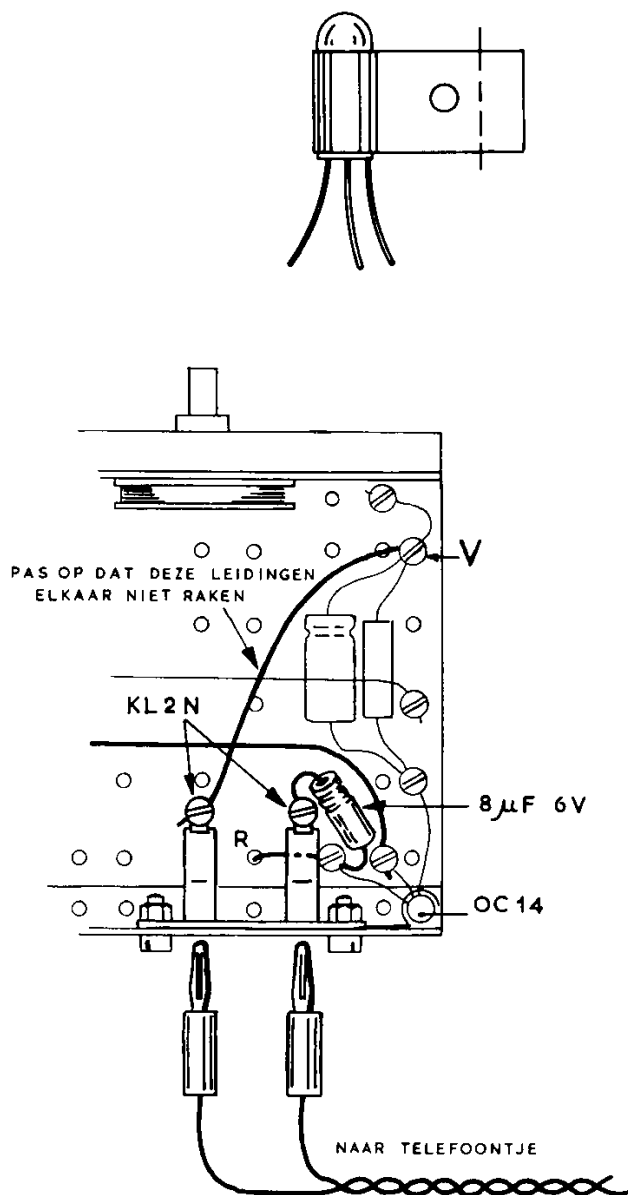
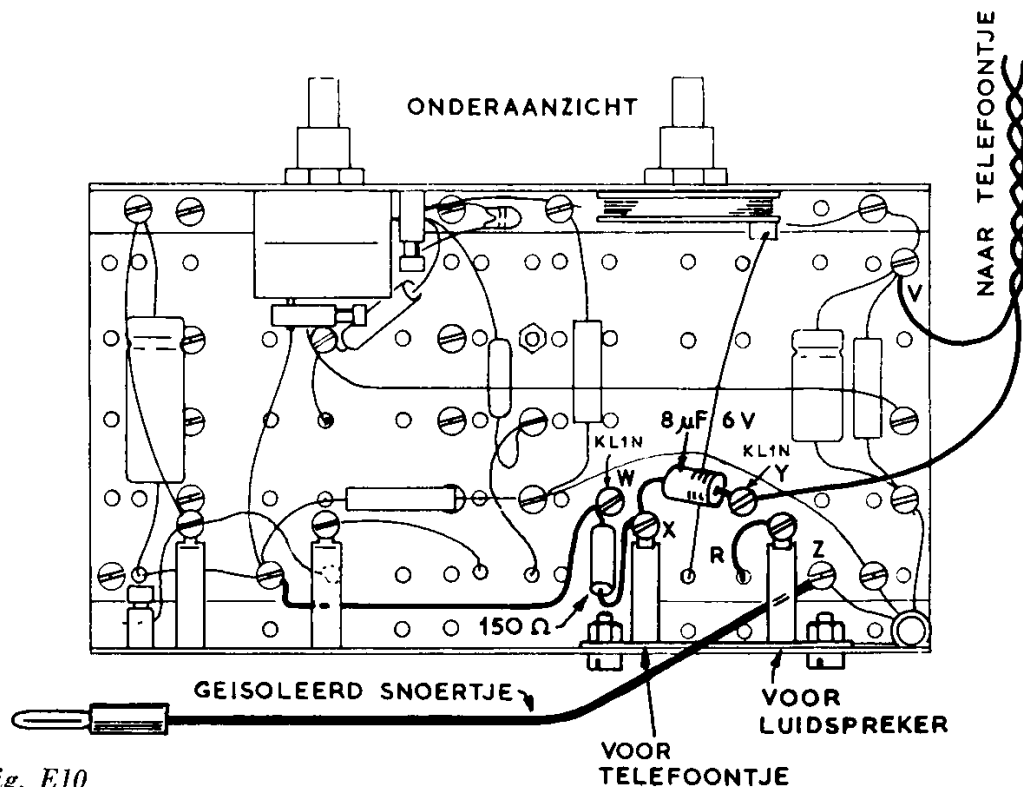
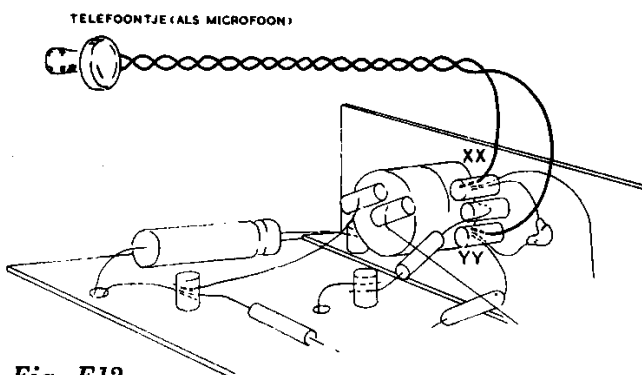
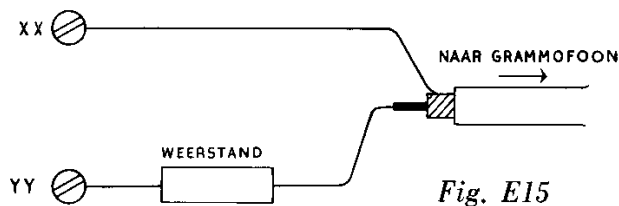

Fig. E8
Fig. E10
Fig. E12
Fig. E15
2. Monteer deze stekerbuisplaat nu tegen de metalen montageplaat, naast de transistor OC 14 (fig. E8).
3. Breng de elektrolytische condensator van  $8\ \mu\text{F} - 6\ \text{V}$  aan volgens figuur E8. De rillen in de condensator komen aan de kant van de stekerbuisplaat.
4. Leg een leiding van de tweede klem op de stekerbuisplaat naar klem V op de bruine isolatieplaat (fig. E8). Zorg er voor, dat deze leiding helemaal vrij is. Gebruik eventueel geïsoleerd montagedraad.
1. Verleg leiding C zó, dat twee extra klemmen KL 1N kunnen worden aangebracht (fig. E10). Leiding C komt nu dicht langs verschillende onderdelen te liggen en het is dus beter geïsoleerd montagedraad te gebruiken.
3. Zet twee extra klemmen KL 1 N vast in de gaten, die in fig. E10 zijn aangegeven.
5. Monteer vervolgens deze stekerbuisplaat naast de transistor OC 14 tegen de metalen montageplaat (fig. E10). Zie de opmerking bij fig. E8.
6. Breng, volgens fig. E10, een weerstand van 150 ohm aan tussen klem X aan de stekerbuisplaat en de extra klem W. De kleurringen op een 150 ohm-weerstand zijn achtereenvolgens bruin-groen-bruin.
7. Monteer een **elektrolytische condensator** van  $8 \mu\text{F} - 6 \text{V}$  tussen de klemmen X en Y (fig. E10). Denk om de juiste stand van deze condensator!
9. Leg nu een leiding tussen klem W en de klem nabij de antenne/aardestekerbuisplaat, waaraan onder andere de leiding vanaf de potentiometer-schakelaar is vastgemaakt (fig. E10).
12. Zet het telefoonsnoertje vast in de klemmen V en Y (fig. E10).
In figuur E12 is nog eens getekend, waar de aansluitdraden van het telefoontje precies moeten worden vastgezet. Als je zo de „Pionier III” inschakelt, dan zal het geluid dat het microfoontje opvangt weer uit de luidspreker te voorschijn komen. Hoor jezelf maar eens in actie als radioomroeper!
Misschien vind je het prettiger als je de microfoon los kunt nemen, wanneer je dat wilt. Met behulp van een extra stekerbussplaat kunnen we ook dat mogelijk maken. Maak deze stekerbussplaat vast tegen de metalen montageplaat, naast de transistor OC 14, dus juist als in fig. E8. Verbind daarna elk van de bussen van de stekerbussplaat met één van de in figuur E12 aangegeven klemmen XX en YY aan de potentiometer. Het telefoontje kan nu met behulp van twee banaanstekers worden aangesloten.
De Philips „Pionier III” kan worden gebruikt voor het weergeven van grammofoonmuziek. Juist zoals we de elektrische trillingen van het microfoontje kunnen versterken en met behulp van de luidspreker hoorbaar maken, kunnen we ook de elektrische trillingen van een grammofoon aan de „Pionier” toevoeren. Het snoer van de grammofoon moet je dan op dezelfde manier aansluiten als het snoertje van het telefoontje (microfoontje) in fig. E12. Dus: aan de twee buitenste klemmen aan de potentiometer.
Om een goede geluidswaergave te verkrijgen, verdient het aanbeveling nog een weerstand met een waarde tussen 100.000 en 330.000 ohm aan te sluiten, zie figuur E15. (De klemmen XX en YY in deze figuur zijn dezelfde als die in figuur E12.)
Een fluittoon kan met de „Pionier III” op verschillende manieren worden gemaakt. Eén van die methoden is eigenlijk al genoemd op blz. 32. Wanneer het kristaltelefoontje wordt gebruikt als microfoon en je houdt het dicht bij de luidspreker, dan ontstaat „rondzingen”, waarbij de luidspreker een fluittoon laat horen. Om morse-tekens te kunnen maken, kun je de seinsleutel aansluiten tussen de draadklem YY (fig. E12) en één aansluitdraad van het telefoontje. De andere aansluitdraad van het telefoontje blijft in klem XX vast zitten. Dus: het telefoontje moet aangesloten zijn tussen klem XX en de seinsleutel, terwijl de tweede aansluiting van deze laatste via een draad met klem YY wordt doorverbonden (zie fig. E12).